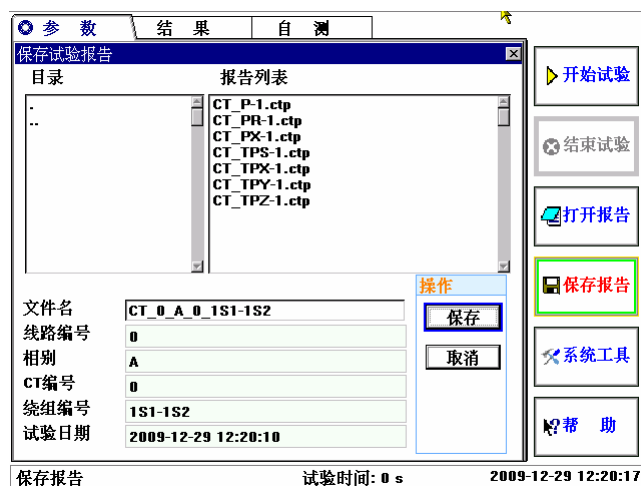

图 2.25 保存试验报告界面
**保存试验报告**界面，如图 2.25。通过 **TAB** 键可以切换到各个功能栏，← / ↑或↓ / →键用于文件的切换移动、输入框的移动、按钮的切换。